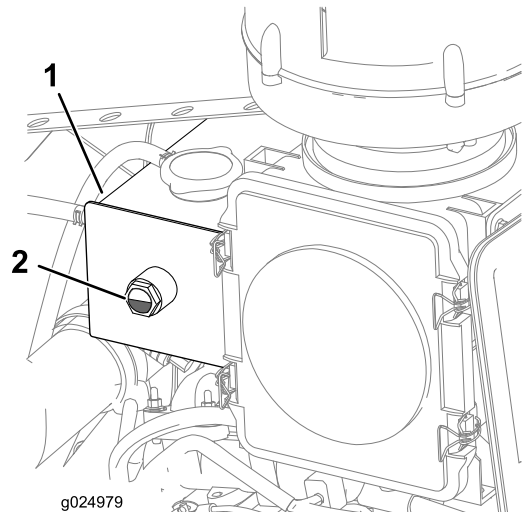

Figura 25
4. Compruebe el nivel de refrigerante del depósito (Figura 25).
Nota: Asegúrese de que el nivel del refrigerante esté entre 1/4 y 3/4 de la mirilla (Figura 25).